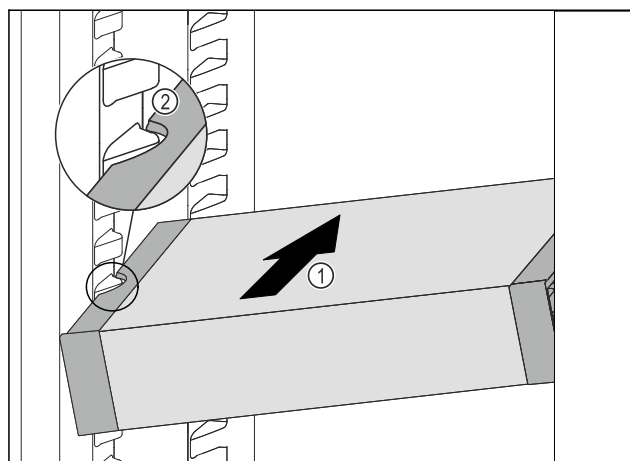

Fig. 104
- ▶ 将 VarioSafe 斜插入冷藏区中 Fig. 104 (1)，直至 VarioSafe 的侧部凹槽 Fig. 104 (2) 与冷藏区中的容器肋梁持平。